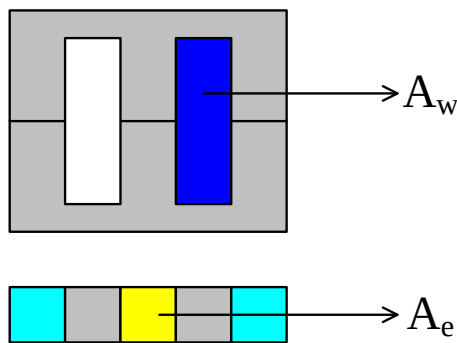

图 2.3 磁芯窗口面积和截面积
式中, A_p 单位为 mm^4 , A_w 为窗口面积, A_e 为磁芯的截面积, 如图 2.3。 ΔB 为正常操作状态下的最大磁通密度 (单位: 特拉斯 (T))。为了防止磁芯因高温而瞬间出现磁饱和, 对于大多数功率铁氧体磁芯的尺寸越大, A_e 越高, 所做的功率就越大。